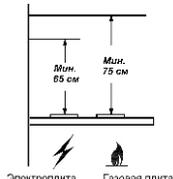

рис. 1
1.2 Вытяжку устанавливайте над плитой, как показано на рис. 1.
1.5 При выводе воздуховода на улицу (через отверстие в стене) должен быть уклон воздуховода, как на рис. 1а
рис. 1а
4.7 Устанавливайте кухонную вытяжку над плитой в соответствии с рис. 1.
- разметьте линию установки нижней части вытяжки над плитой (рис. 1);